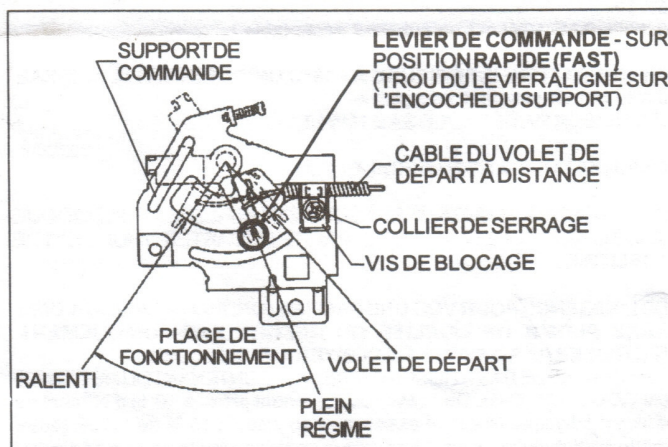

FIGURE 2B
- A. Mettre la commande de la machine ou le levier de commande du moteur (Figure 2B) sur « VOLET DE DÉPART » ou « DÉMARRAGE ».
### COMMANDES DU MOTEUR (Figure 2B) :